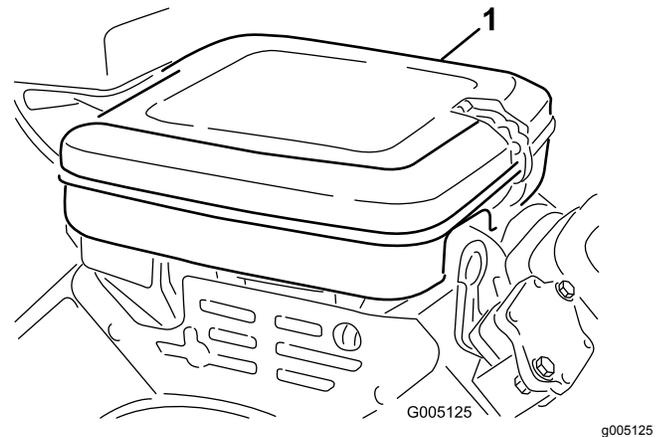

Bild 39
1. Reinigen Sie die Luftfilterabdeckung (**Bild 39**).